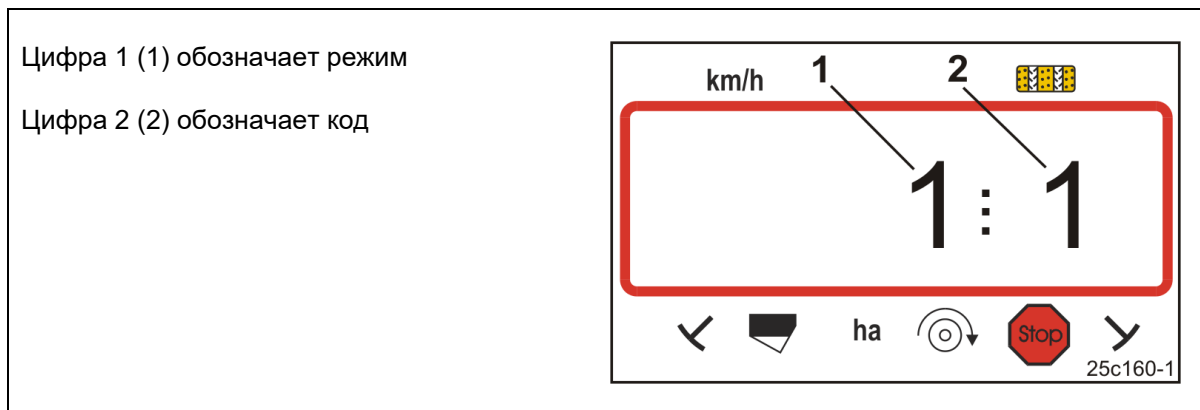

Рис. 14
Ввод данных машины на терминале управления необходимо осуществлять в закодированной форме (см. Рис. 14).
- Включить режим 1 (см. Рис. 14).